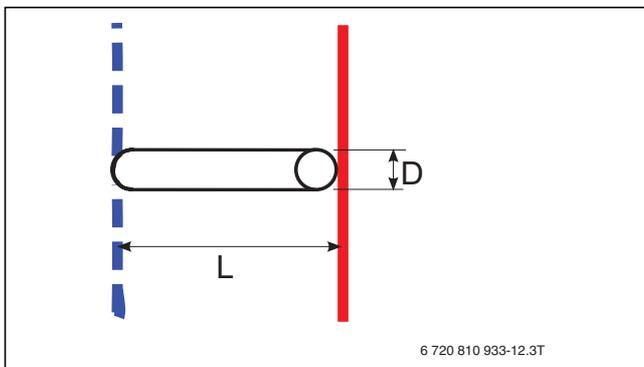
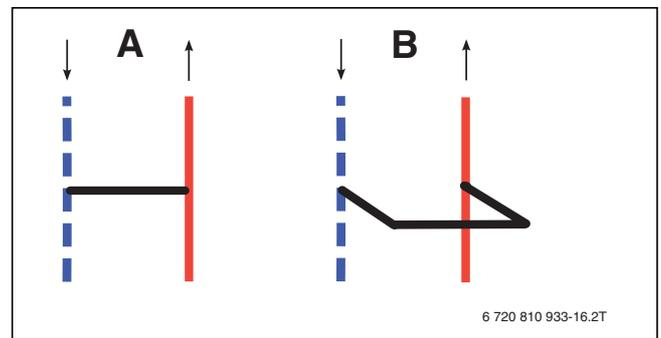

Bild 7 Bypass Detailsicht (→ [1] [ASE/ASB] Abb. 5 und 6)
Bild 8 Bypass
- [1] Bypass (→ Abb. 7) (→ [1] Tab. 11)
[[A] → Abb. 8) Minimale Bypass-Länge ([L] → Abb. 7)	[[B] → Abb. 8) Minimale Bypass-Länge ([L] → Abb. 7)